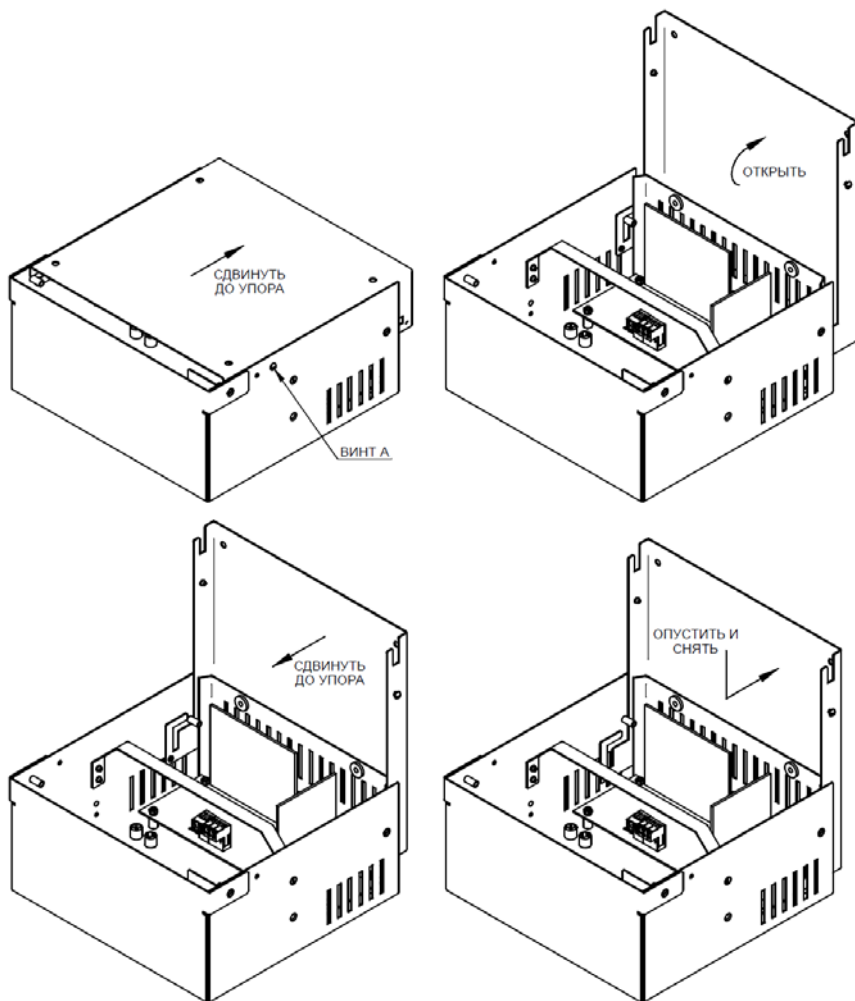

Рисунок 3 - порядок разборки корпуса.
Изделие устанавливается на потолок в следующей последовательности (см. рис. 3):
- Выкрутить 2 винта (Винт А на рис. 3);
- Снять основание в последовательности, приведённой на рис. 3;
- Установить крышку на основание в последовательности, обратной рис. 3.